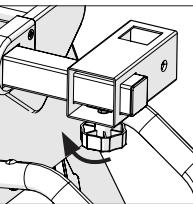

Fig. 4
- Dra på arbetsstödfästena på förlängningsarmarna och läs dem på plats med en låsknapp (**Fig. 4**)